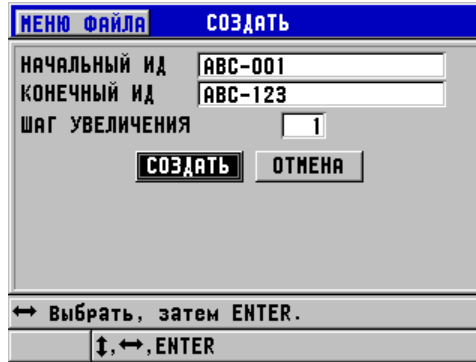

Рис. 6-19 Выбор диапазона ИД для последовательного типа файла
3. На второй странице диалогового окна **СОЗДАТЬ** (см. Рис. 6-19 на стр. 104):